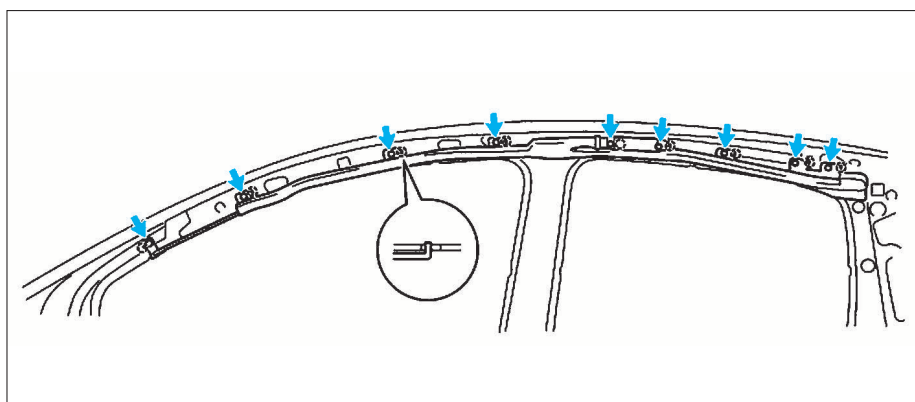

FIG. 15
- Déposer les neuf vis de fixation de l'airbag (fig. 15).